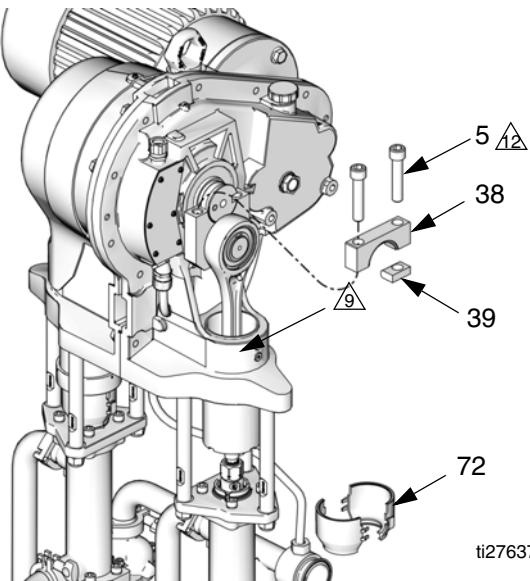

FIG. 17. Remova tampa do braço de manivela
5. Coloque um pano limpo sobre o cilindro deslizante (2) para evitar que detritos caiam dentro do conjunto durante a desmontagem.
6. Retire as 2 proteções (72) inserindo uma chave de fendas na ranhura superior, como uma alavancas para liberar a lingueta. Repita para todas as abas. **Não utilize** a chave de fenda para separar as proteções.
7. Coloque uma chave de 3/4 de polegada nas partes planas (9) do pistão deslizante (logo acima da porca de acoplamento), para impedir que o pistão/bielas girem quando estiver soltando a porca de acoplamento (14). Oriente a chave para que fique apoiada contra uma das hastes de ligação (3). Aplicar força excessiva contra o pistão/bielas poderá curtar a vida útil do rolamento do pino da válvula.
8. Usando uma chave de boca de 1-5/8 de polegada, desaperte a porca de acoplamento (14) do pistão deslizante (9) e deixe-o deslizar para baixo na biela do pistão da bomba. Tenha cuidado para não perder os aros (13).
9. Consulte a FIG. 17. Utilizando uma chave hexagonal de 1/2 polegada, desaperte os dois parafusos da tampa (5). Remova a tampa do (38) braço oscilante (39) e a chaveta. Caso necessário, utilize um martelo para soltar as peças plásticas.
14. Deslide o pistão (9) e a biela (7) para dentro do cilindro (2).
15. Posicione o braço oscilante (4) para encaixar no eixo de saída (OS), e gire-o até o fundo do eixo de saída.
16. Coloque um pano limpo sobre o cilindro deslizante (2) para evitar que detritos caiam dentro do conjunto durante a desmontagem.
17. Consulte a FIG. 17. Aplique lubrificante antitravamento (LPS®-04110 ou equivalente -) nas roscas dos parafusos da tampa (5). Instale a chaveta (39), a tampa do braço oscilante (38) e os parafusos da tampa (5), orientados como mostrado. Enquanto o parafuso do lado da abertura ainda estiver frouxo, torqueie o parafuso do lado da chaveta com 210 - 230 pés-lb (283 - 310 N•m). Depois aperte o parafuso do lado da abertura com 210 - 230 pés-lb (283 - 310 N•m). Torqueie os parafusos mais 2 ou 3 vezes cada, ou até pararem de se movimentar quando torqueados com 210 - 230 pés-lb (283-310 N•m).
18. Certifique-se que os colares (13) estejam colocados na porca de acoplamento (14).
19. Coloque uma chave de 3/4 de polegada nas partes planas do pistão deslizante (9), para evitar que gire ao apertar a porca de acoplamento (14). Oriente a chave para que fique apoiada contra uma das hastes de ligação (3) ou no suporte da bomba. Aperte a porca de acoplamento (14) no pistão deslizante (9) e torqueie com 75 - 80 pés-lb (102 - 108 N•m).
20. Instale as proteções (72) encaixando os lábios inferiores com a ranhura na tampa do recipiente molhado. Junte as duas proteções encaixando.
21. Remova o pano. Reinstale a tampa (32 ou 21) e os parafusos (12).